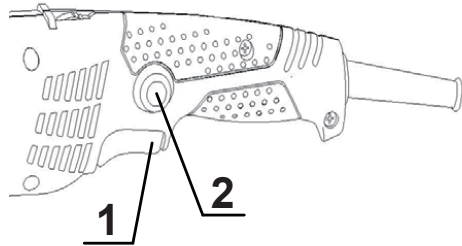

рис. 2
Для запуска инструмента нажмите кнопку (1), показанную на Рис. 2, которую при желании можно заблокировать кнопкой (2), показанной на Рис. 2. Для выключения инструмента необходимо повторно нажать на выключатель (1), чтобы выключить кнопку блокировки (2), после чего отпустите кнопку (1).